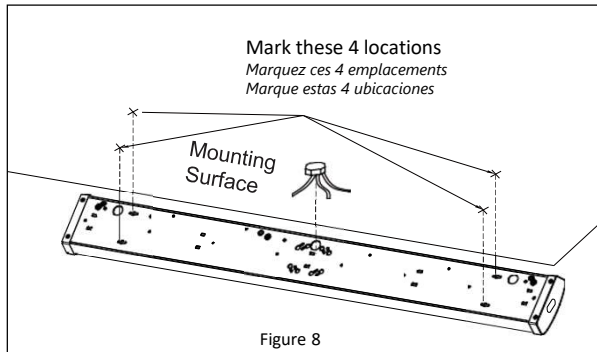

Figure 8
- Align the fixture base in the desired location on the ceiling. Mark the 4 keyhole locations. **See Figure 8.**
- Placez la base du luminaire à l'emplacement souhaité au plafond. Marquez l'emplacement des quatre fentes en trou de serrure. **Reportez-vous à la Figure 8.***